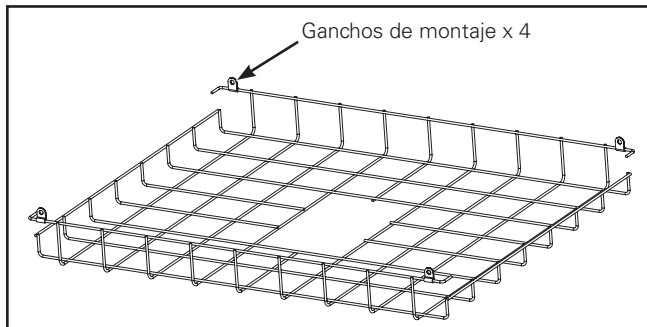

Figura 1.
1. Instale los 4 ganchos de montaje del protector para cables en cada esquina del protector como se muestra. (Figura 1.)